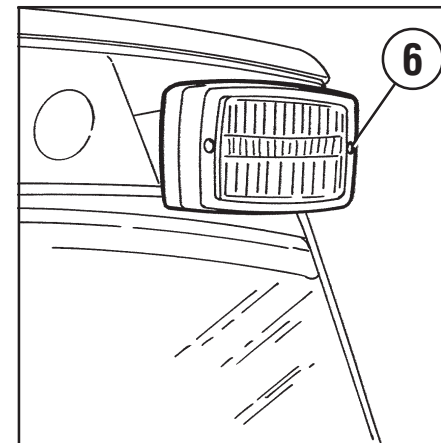

Fig. 60
- **Øverste projektører** (6 Fig. 60)